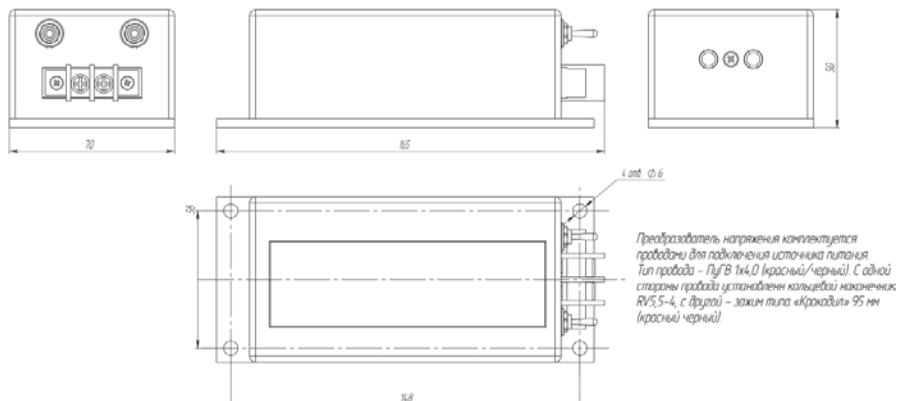
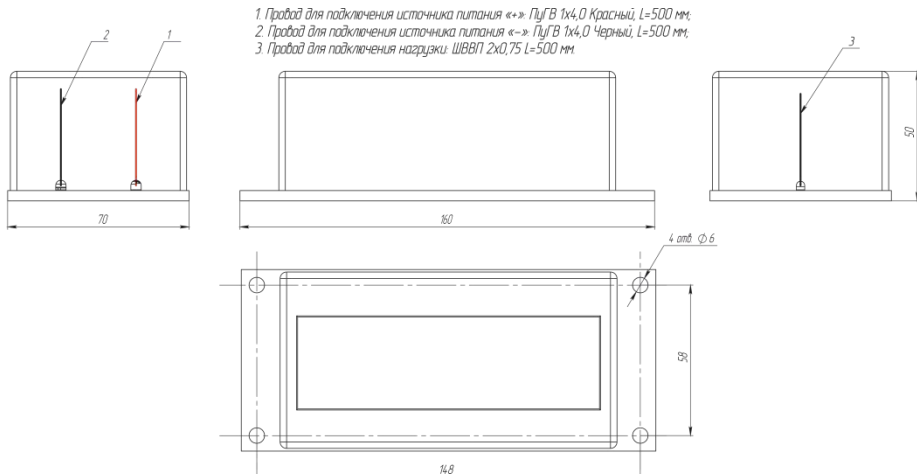

Рис.2 – Габаритно-присоединительные размеры преобразователя ИС2-XX-М(Х)
Рис.3 – Габаритно-присоединительные размеры преобразователя ИС2-12-300И и ИС2-XX-300Г(Х)
9.6 Внешний вид преобразователей серии ИС2 представлен на рис.2-рис.3.